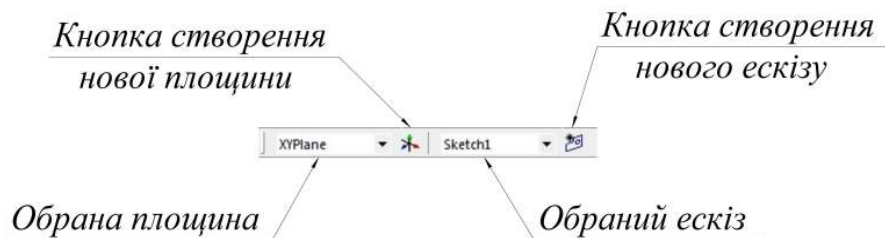

Рис. 3.11. Кнопки та списки керування ескізами
- Дублювання **Duplicate**. Виконує копіювання виділених об'єктів в новий ескіз поточної площини. Перед виконанням команди потрібно створити новий ескіз в поточній площині (рис. 3.11), після цього виділити точки або криві у старому ескізі і активувати команду, клікнувши на ній правою кнопкою миші. Всі виділені об'єкти будуть скопійовані в новий ескіз;